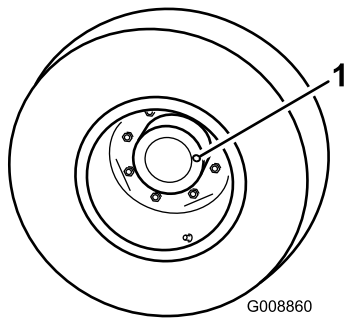

Figura 66
1. Con la máquina en una superficie nivelada, coloque la rueda de manera que el tapón de verificación/vaciado (Figura 66) esté en posición de las 3 o de las 9.
2. Retire el tapón de la transmisión planetaria (Figura 66). El aceite debe llegar a la parte inferior del orificio del tapón de verificación en la parte trasera del freno.